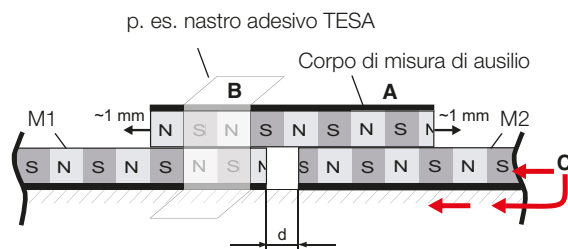

Fig. 4-9: Corpo di misura M2 da aggiungere sotto al corpo di misura di ausilio, d = 4–10 mm
3. Appoggiare il corpo di misura di ausilio al rovescio sul corpo di misura M1. Il corpo di misura di ausilio viene attirato verso il basso dalle forze magnetiche del polo opposto e "scatta in posizione" (Fig. 4-9). Per trovare la posizione con la forza di attrazione massima, spostare il corpo di misura di ausilio di circa 1 mm in una e nell'altra direzione, finché si raggiunge l'attrazione massima. Fissare il corpo di misura di ausilio in questa posizione, p. es. con nastro adesivo TESA. Suggerimento: Per raggiungere facilmente la posizione stabile (attrazione max.), inserire un piano di scivolamento, p. es. della carta, tra M1 e il corpo di misura di ausilio; in questo modo si evita l'attrito. Non appena si raggiunge la posizione stabile, estrarre con cautela il foglio.
4. Spostare l'inizio del secondo corpo di misura M2 sotto il corpo di misura di ausilio fino a raggiungere quasi il corpo di misura M1 e farlo "bloccare in posizione" (Fig. 4-9). Lasciare una distanza sufficiente (d), p. es. 4–10 mm.